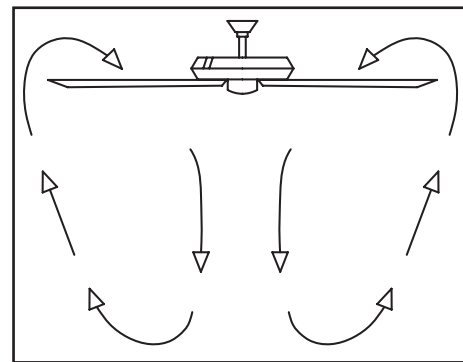

Figura 19
**Control Remoto** - Su ventilador está equipado con un control remoto para operar la velocidad y las luces (Figura 19).
**Clima cálido** - (Hacia adelante) Un flujo de aire hacia abajo surte efecto refrescante, como se muestra en la Figura 19. Esto permite fijar tu aire acondicionado en configuración más alta sin afectar tu comodidad.